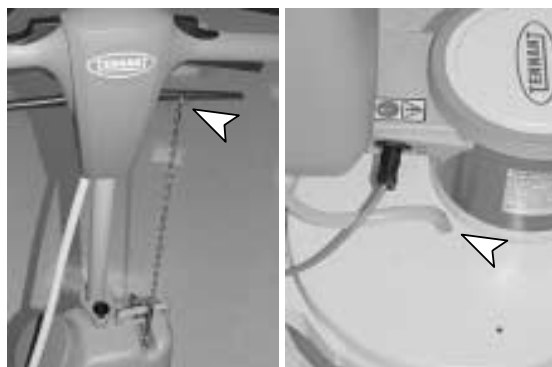

FIG. 4
3. Raccordez la chaîne sur le levier de commande de solution. Branchez le tube d'alimentation de solution sur le connecteur d'alimentation de solution situé sur la base de la machine (Figure 4).